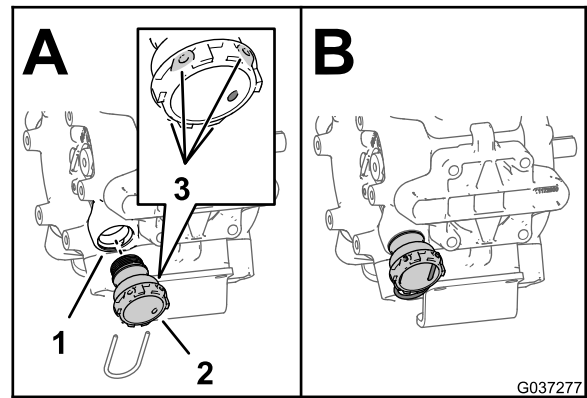
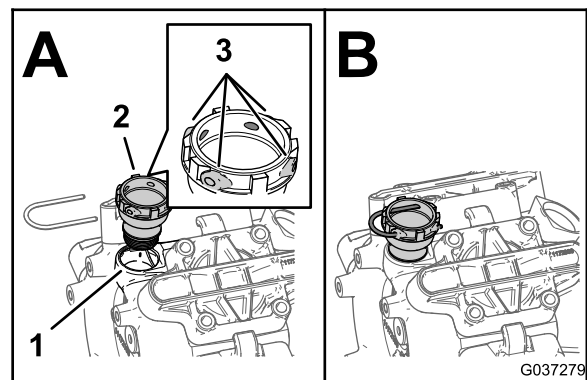

図 5
図 6
- フィッティング 1¼ インチ 31.8mm をポンプの圧力側ポートに取り付ける 図 5 または 図 6。